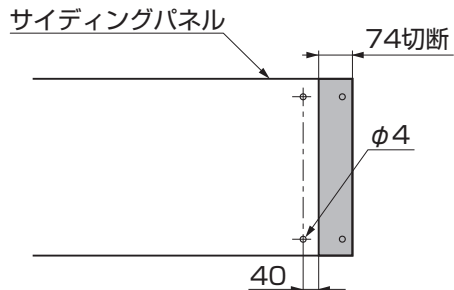

図10-4 サイディングパネルの加工
①サイディング壁にフレームや調整金具を取付ける場合は、サイディングを切断してください。(図10-4参照)
●サイディングを切断後、φ4の下穴をあけてください。(図10-4参照)